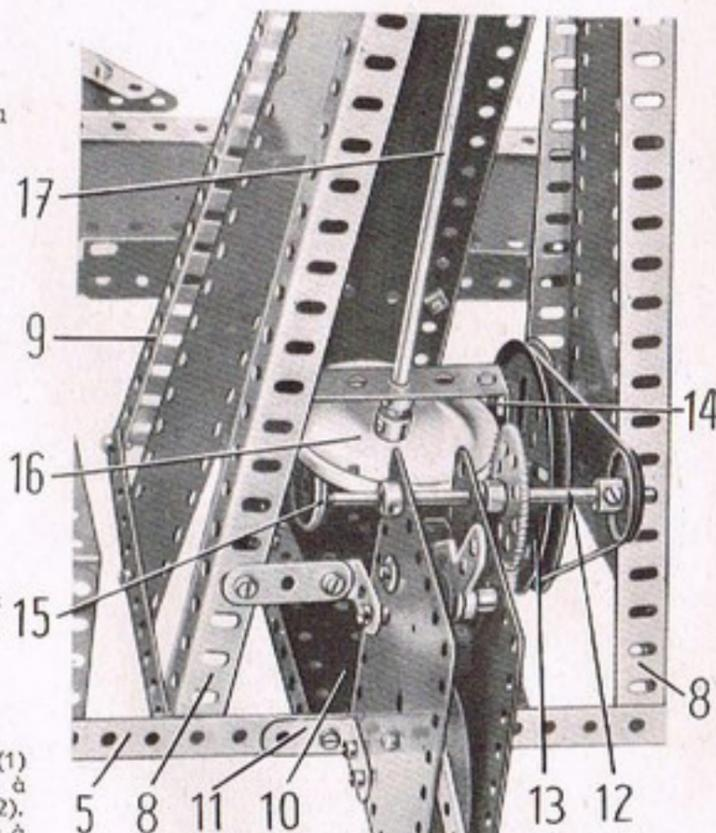

Fig. 6.4a
L'avant de la base est formé de deux bandes de 25 trous (1) boulonnées à trois plaques flexibles de 6x6 cm. et réunies à chaque extrémité par une bande coudée de 60x12 mm. (2). Deux bandes de 5 trous (3), fixées sur une moitié de plaque à charnière, forment les côtés. L'une des bandes (3) est attachée à l'avant par une équerre et l'autre est fixée au rebord d'une bande coudée de 90x12 mm. Le boulon qui réunit cette dernière à la bande (3) maintient également une bande coudée de 60x12 mm. (4). Les bandes coudées de 90x12 mm. sont réunies par une bande de 25 trous (5) (fig. 6.4a).